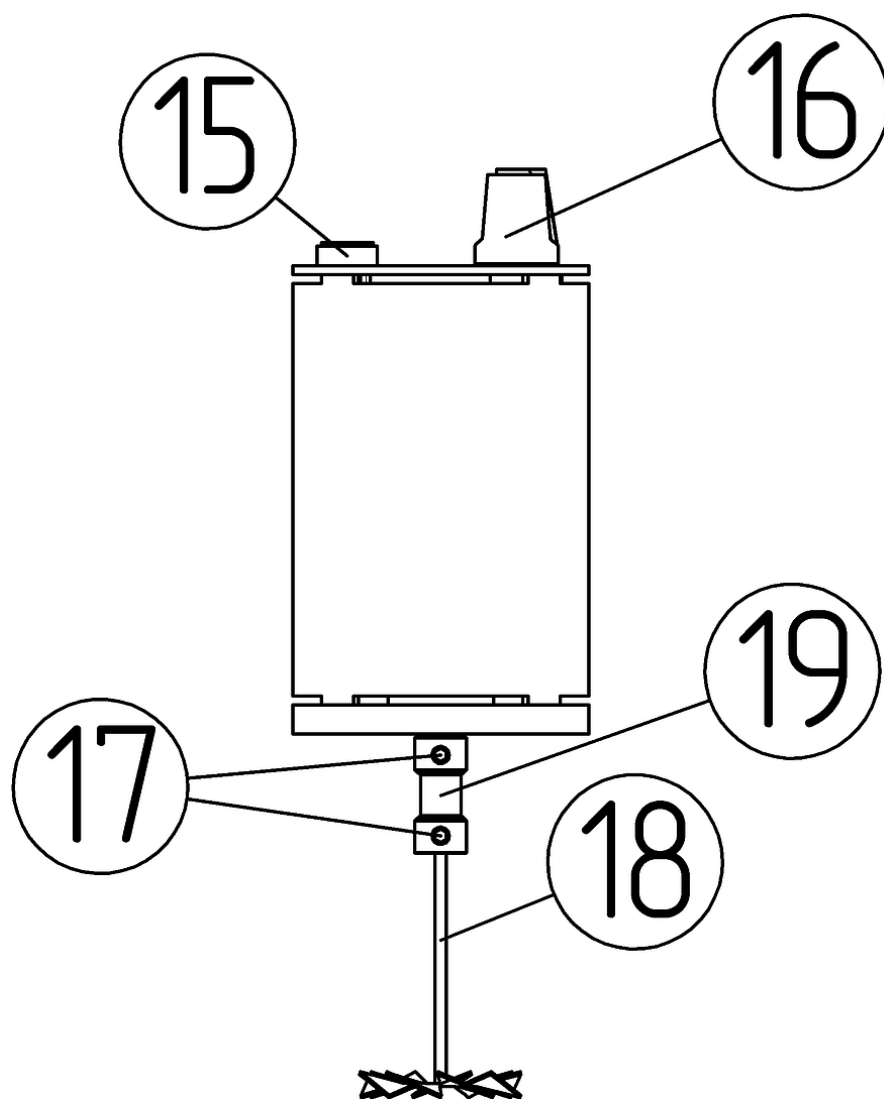

Рисунок 2 — Система подачи дыма дымогенератора MERKEL 2.
Тягу внутри дымогенератора обеспечивает система подачи дыма (см. Рисунок 2), которая состоит из электродвигателя с регулятором мощности (16), крыльчаткой (18). При подготовке системы к работе надо последовательно:
- проверить что система подачи дыма (Рисунок 2) установлена на магнитном фланце без смещения и перекоса; на фланце отсутствует мусор. Стоит убедиться, что крыльчатка (18) не задевает стенки сборника конденсата (11). Если крыльчатка (18) болтается, надо снять систему подачи дыма и протереть магнитный фланец, затем установить обратно;
- убедиться, что регулятор (16) выключен;
- убедиться в эффективной работе системы, отсутствии посторонних шумов, скрежета крыльчатки (18), посторонней вибрации и т. д.
Чтобы выключить регулятор мощности электродвигателя (16), нужно прокрутить его против часовой стрелки до щелчка. Чтобы включить и настроить регулятор (16), нужно прокрутить его по часовой стрелке до щелчка, и далее крутить по часовой стрелке, регулируя количество необходимого дыма (Рисунок 2).
Провод подключается к гнезду питания дымогенератора (15, Рисунок 2). Провод подсоединяется к блоку питания (в комплекте) либо иным источникам постоянного тока 5 В (1 А).